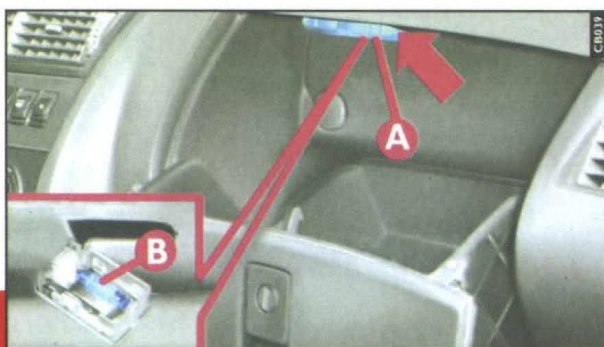

fig. 22
- 1) retirar o porta-lâmpada transparente **A-fig. 22** fazendo alavanca com uma chave de fenda no ponto indicado;